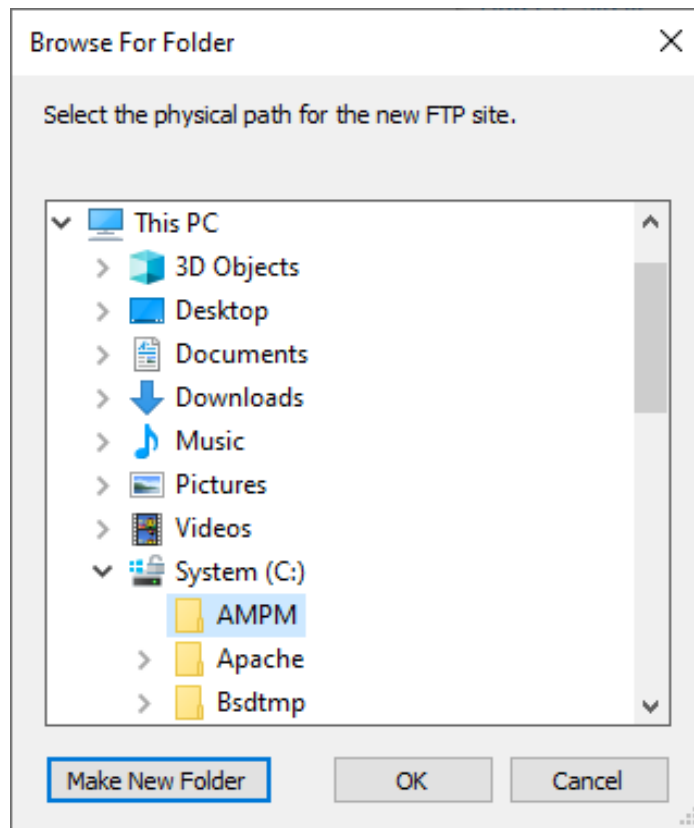

Abbildung 35 Speicherort eines geeigneten Ordners
4. Wählen Sie einen Ordner für die Verbindung mit dem RenAM 500 System. Die AMPM-Datendateien werden an diesen Ordner gesendet (siehe Abbildung 35).